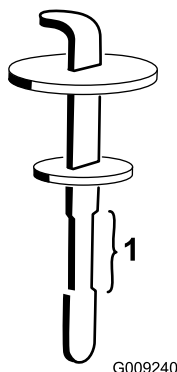

Figura 131
5. Retire la varilla del cuello de llenado y límpiela con un paño limpio. Inserte la varilla en el cuello de llenado; luego retírela y compruebe el nivel del fluido (Figura 131).